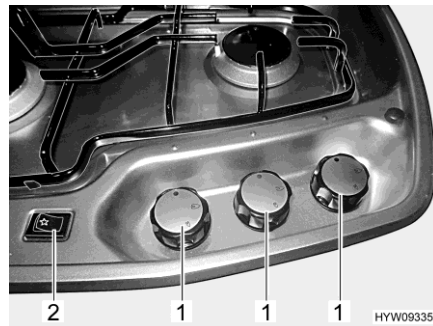
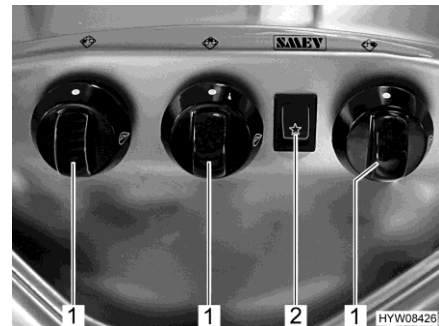

Fig. 144 Elementi di comando (fornello a gas)
Fig. 145 Elementi di comando (fornello a gas) (alternativo)
- Girare il pomello girevole (Fig. 144,1 o Fig. 145,1) degli apparecchi a fiamma libera desiderati in posizione accesa (fiamma alta).
- Premere l'interruttore a bilico (Fig. 144,2 o Fig. 145,2). Sul bruciatore vengono prodotte scintille.